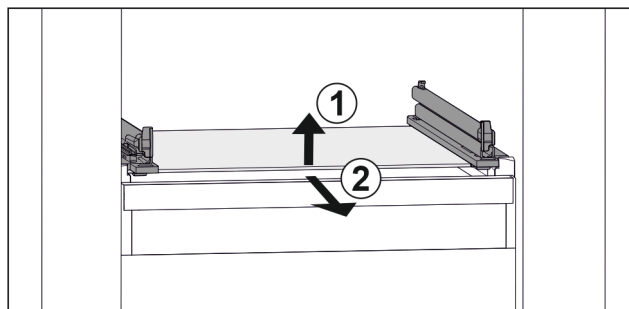

Fig. 84 Rappresentazione esemplificativa del ripiano in vetro
- ▶ Sollevare il ripiano in vetro dal davanti. Fig. 84 (1)
- ▶ Rimuovere il ripiano in vetro tirando in avanti. Fig. 84 (2)